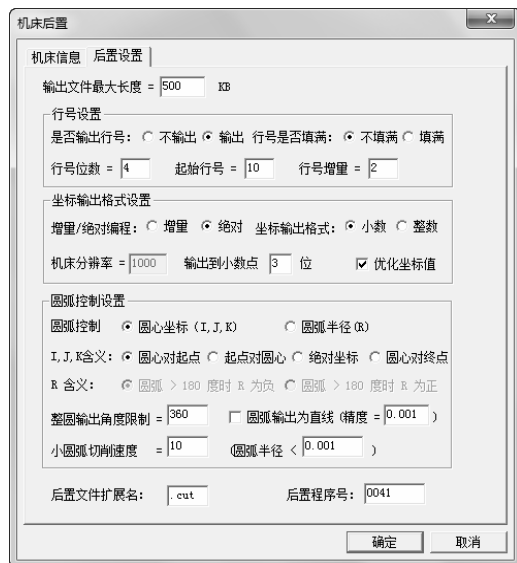

图 3-4 “机床后置设置”对话框
3) 后置处理设置：选择“后置设置”选项卡，根据当前的机床，设置各参数，如图 3-4 所示。